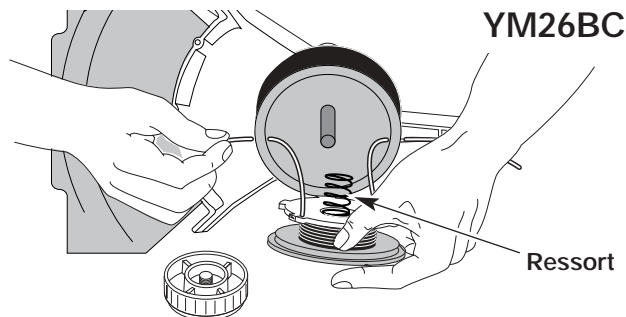

Fig. 44
13. Insérez les extrémités du fil dans les œillets de la bobine extérieure et placez le moulinet et le ressort dans la bobine (Fig. 44 ou 45). Enfoncez le moulinet et la bobine ensemble. Tout en tenant le moulinet et la bobine, saisissez les extrémités et tirez fermement pour dégager le fil des fentes de retenue de la bobine.
5. Insérez les extrémités du fil dans les œillets de la bobine extérieure (Fig. 44 ou 45).